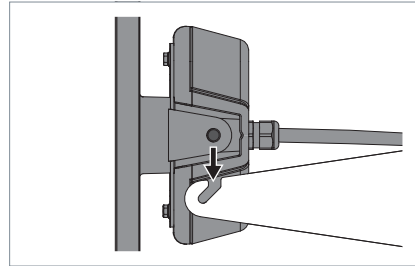

Fig. 11: Accrocher le luminaire à la fixation.
- ▶ Accrochez le luminaire à la fixation, voir Fig. 11.